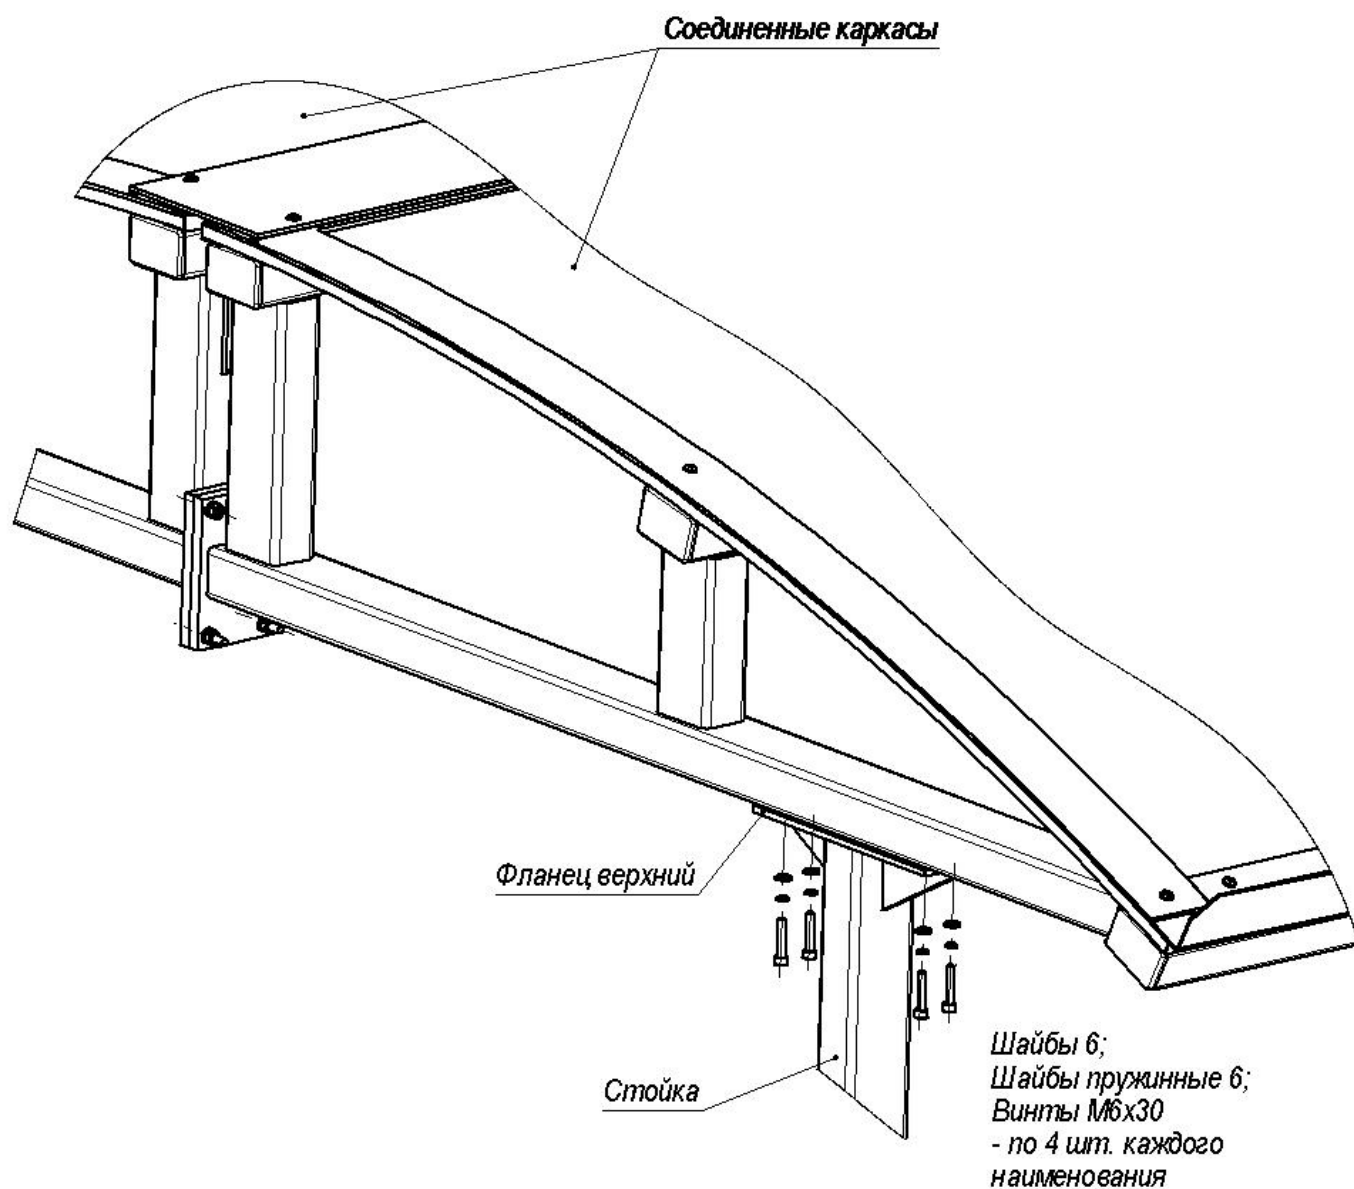

Рисунок 6 – Схема крепления соединённых каркасов (1) и (2) к стойке (3)
8.2.13 Установите соединённые каркасы на ранее закреплённые стойки с учётом уклона сливов; через четыре отверстия в верхнем фланце (5) каждой стойки вверните винты *M6x30* с шайбами в резьбовые втулки в каркасах (см. рисунок 6). При этом резьбовые втулки своей выступающей частью должны войти в специальные отверстия (выборку) в верхних фланцах стоек; разность диаметров втулок и выборки, а также винта *M6* и отверстия под него во фланце позволяют компенсировать погрешности, выявившиеся при монтаже крыши.